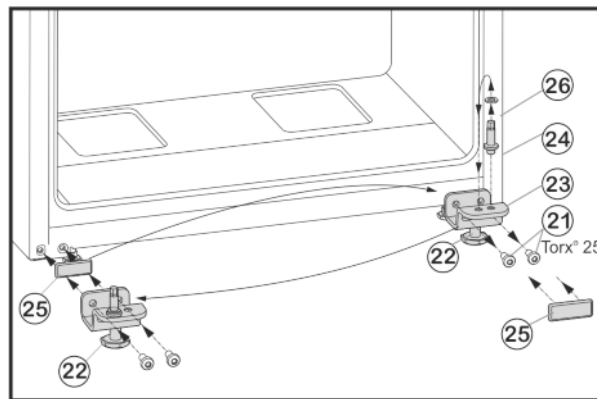

Fig. 6
- Befestigungsschrauben Fig. 6 (21) abschrauben.
- Lagerbock unten Fig. 6 (23) komplett mit Lagerbolzen Fig. 6 (24), Scheibe Fig. 6 (26) und Stellfuß Fig. 6 (22), abnehmen.
- Lagerbolzen Fig. 6 (24) komplett mit Scheibe Fig. 6 (26) abschrauben, in das gegenüberliegende Aufnahmeloeh des Lagerbocks umsetzen und wieder festschrauben.
- Abdeckplatte Fig. 6 (25) vorsichtig abnehmen und auf die Gegenseite umsetzen.
- Lagerbock unten Fig. 6 (23) komplett mit Lagerbolzen Fig. 6 (24), Scheibe Fig. 6 (26) und Stellfuß Fig. 6 (22) auf der neuen Scharnierseite ggf. mit Hilfe eines Akkuschraubers **fest (mit 4 Nm)** wieder anschrauben.
- Untere Tür von oben auf Lagerbolzen Fig. 6 (24) aufsetzen.
- ▶ Stellfuß *Fig. 6 (22)* am Lagerbock unten *Fig. 6 (23)* herausdrehen, bis er auf dem Boden aufliegt.